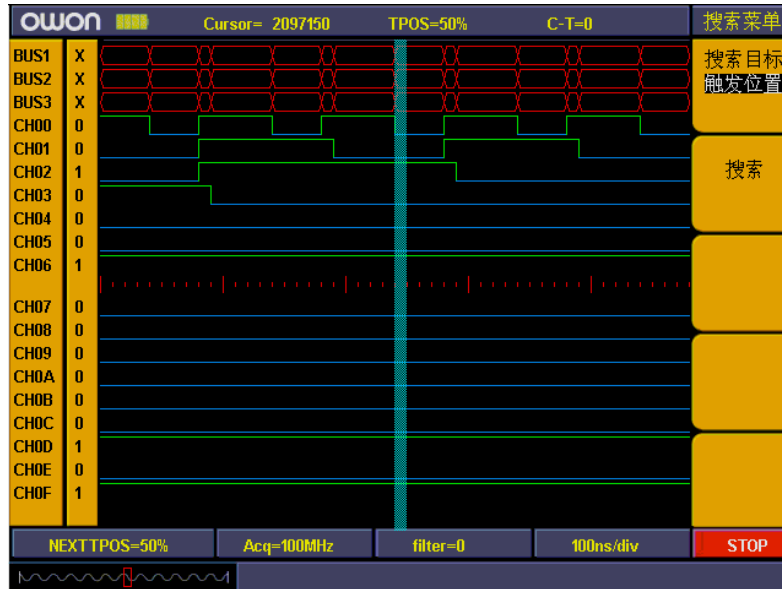

图 5-75：搜索触发位置
- C、按“F2”键进行搜索。当前光标将停在触发位置。见图 5-75。